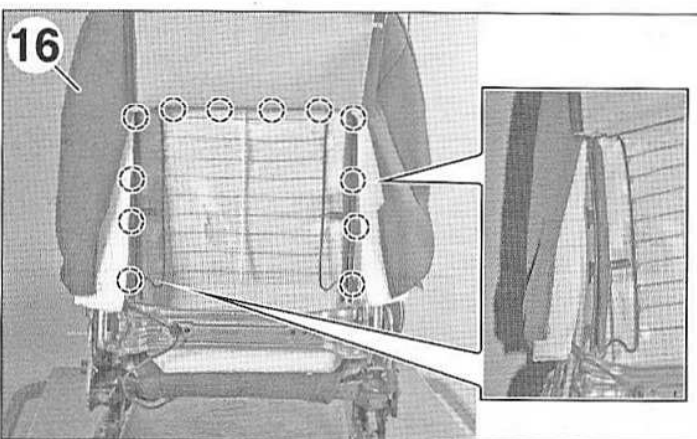

FIG.18
- Dégrafer et dégager la garniture de dossier (16) (Fig.18).